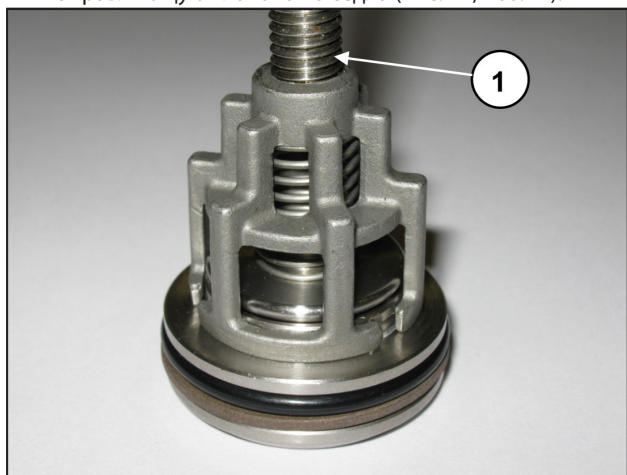

Рис. 17
- Снимите клапанные узлы всасывания и нагнетания, закрутив винт М10, длина которого позволяет воздействовать на тарелку клапанов и извлечь направляющую клапана из седла (Рис. 17, поз. ①).